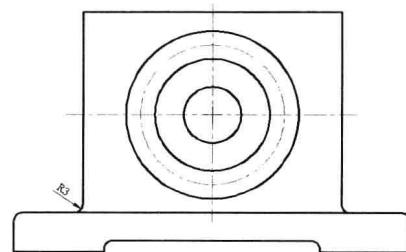

图 11-1-4
- (4) 单击“圆角”按钮 F ，输入圆角半径值“3”，按Enter键，选择相交的两条直线，即可创建圆角。用同样的方法创建其他位置的圆角，如图11-1-4所示。